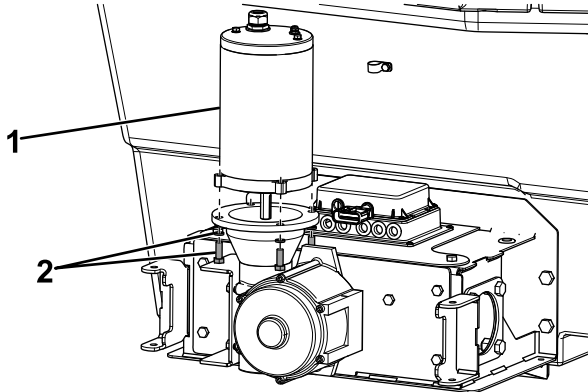

Figura 2
6. Retire y deseche los 4 pernos y arandelas de freno partidas que sujetan el motor a la caja de engranajes (Figura 2). Guarde el motor.